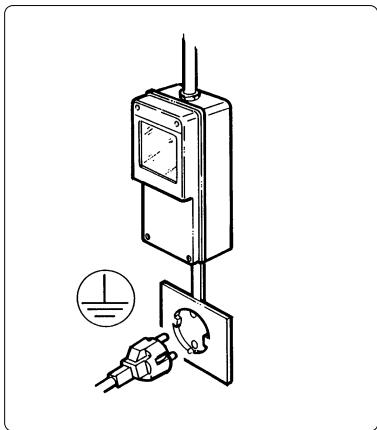

Fig. 7
- È indispensabile predisporre, per una corretta e sicura installazione, un'apposita presa comandata da un interruttore unipolare con distanza di apertura dei contatti uguale o superiore a 3 mm, conforme alle vigenti normative nazionali di sicurezza (vedi fig. 7).